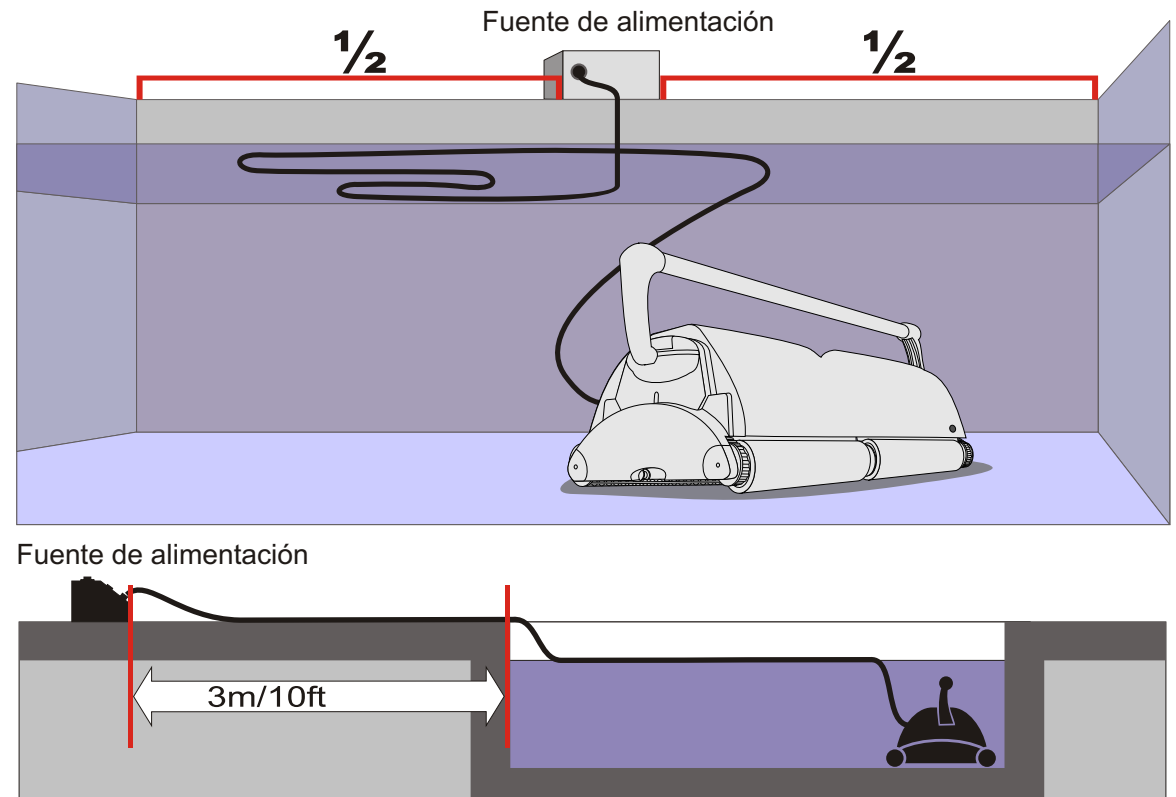

Fig. 1
La fuente de alimentación debe colocarse en cualquier zona protegida, con una separación de al menos 3 metros (10 pies) de la piscina. La fuente de alimentación no debe abandonarse bajo la lluvia ni colocada en charcos de agua. Si es posible, coloque la fuente de alimentación a una distancia equivalente a la mitad de la longitud de la piscina (fig. 1). Así, el cable y el equipo podrán alcanzar cualquier esquina de la piscina. La fuente de alimentación suministrada está configurada para UNA de las siguientes entradas de corriente: a) 115 V b) 230 V.
4) Desenrolle el cable flotante completamente y extiéndalo sobre la superficie de agua de la piscina del modo más uniforme posible. Asegúrese de que el cable no se retuerce ni se dobla. (fig. 1)